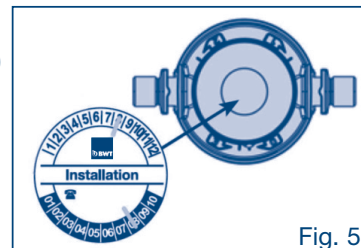

Fig. 5
- Annotare la data (mese/anno) dell'installazione sulla targhetta di installazione acclusa e applicarla sul coperchio del filtro (vedi Fig. 5)